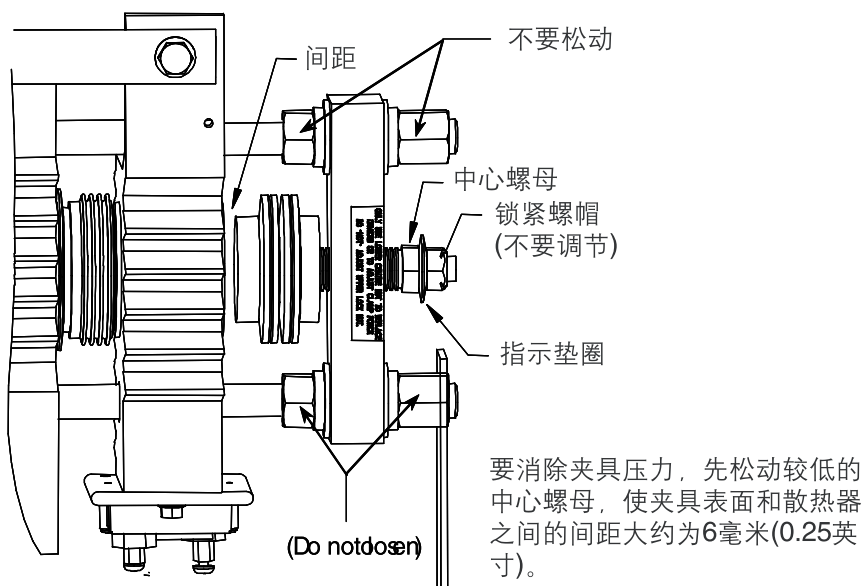

图9.6-散热器夹具
重要事项：不要松动在夹板两侧纤维棒上的夹紧螺母。为了保持方形，它们必须保持原来的样子。参阅图9.6、9.9和9.15。
2. 通过旋转在夹钳顶端指示垫圈下的中心螺母，松动夹钳。参看图9.6、9.9和9.15。